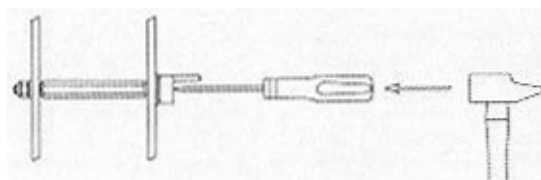

図18
- カチッという音がしないでディスクが自由にならない場合は小さなハンマーでドライバーを軽く打ってください。これでディスクは自由になります（図18）。